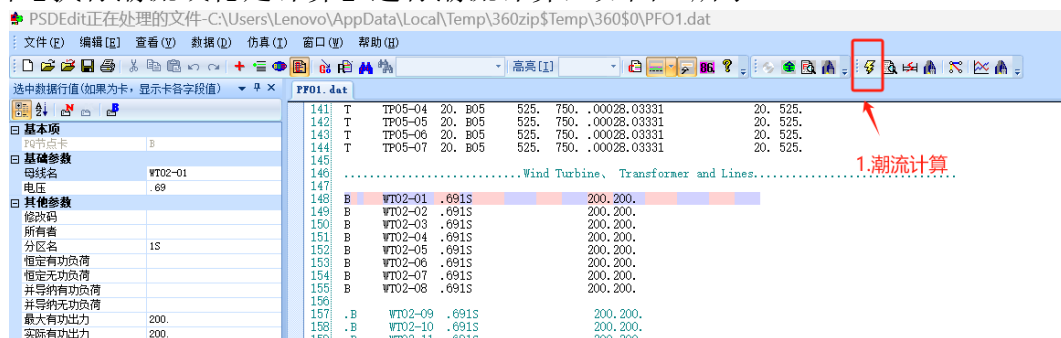

图 3 执行潮流计算
1) 以直流换相失败过电压场景为例, 利用 PSDEdit 打开 PFO1.dat 文件。点击【执行潮流或稳定计算】进行潮流计算, 如图 3 所示。